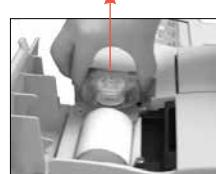

Figura 1: Rimuovere la pompa peristáltica
2. Rimuovere la pompa afferrando saldamente l'alloggiamento e tirandolo in avanti (Figura 1).